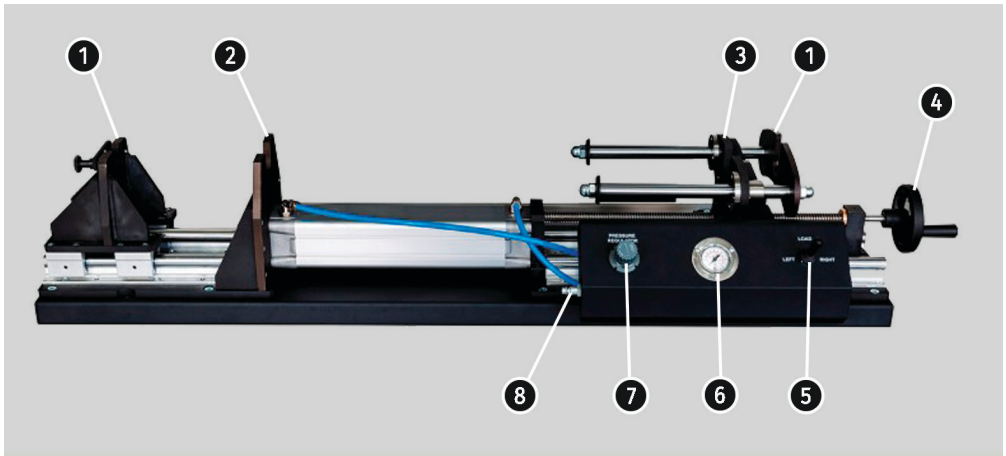

Figura 1
3. Girando la manija 4 en la figura 1, presione el tope móvil contra el cuerpo de la cremallera.
4. Conecte la fuente de aire comprimido a la boquilla, ver la posición 8 en la figura 1.
5. Con el regulador de presión 7 en la figura 1, ajuste la resistencia necesaria al movimiento del vástago de la cremallera. La dependencia de la fuerza de resistencia con respecto a la presión se muestra en la Tabla 1.
5.1. Durante el diagnóstico de la cremallera de dirección, utilice el interruptor 5 de la figura 1 para crear resistencia al movimiento del vástago de la cremallera en la dirección correspondiente.